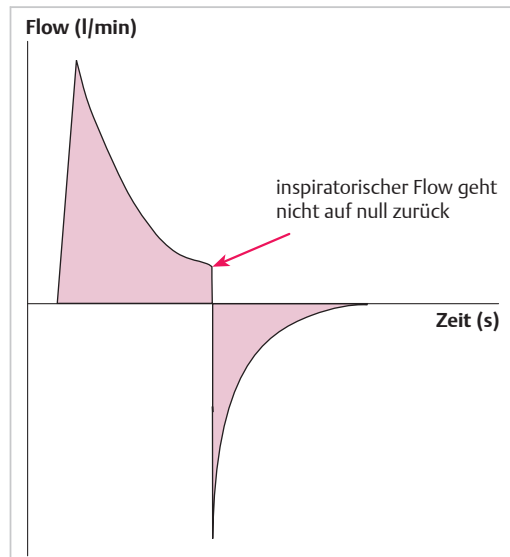

Abb. 4.10 Flow-Zeit-Diagramm. Zu kurze Inspirationszeit.
- Die Inspirationszeit ist für Lungenkompartimente mit großer Zeitkonstante zu kurz (Respirator ist zeitgesteuert!), um das mit dem eingestellten Inspirationsdruck erreichbare Atemgasvolumen zu applizieren. Die Folge ist, dass diese langsamen Lungenkompartimente nur unzureichend belüftet werden. Bei Patienten mit akutem Lungenversagen (ARDS) ist daher eine solche Flowkurve unbedingt zu vermeiden. In diesem Fall muss die Inspirationszeit verlängert werden (▶ Abb. 4.10; vgl. auch ▶ Abb. 4.49).